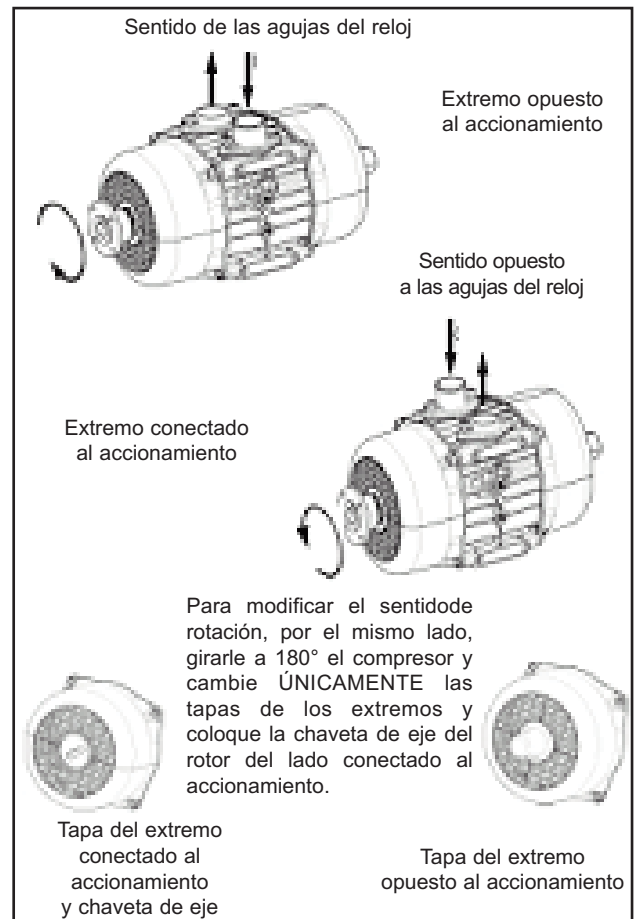

Figura 2
2. El accionamiento puede ser conectado a uno u otro lado del compresor, pero el eje de accionamiento DEBERÁ siempre estar horizontal, con una tolerancia de  $\pm 5^\circ$ ; ver la figura 2.